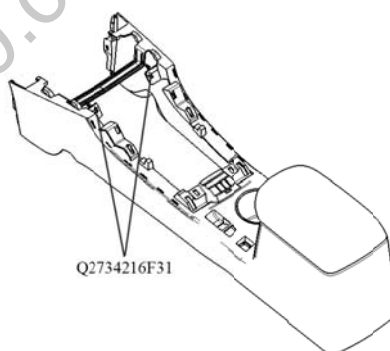

图 1.6.13 副仪表板固定螺钉的拆卸
- (4) 用十字螺丝刀将如下固定副仪表本体的两个螺钉(2个Q2734216F31十字槽大半圆头自攻螺钉)依次松开并取下螺钉。如图1.6.13所示；
- (5) 将换挡手柄拨至空挡位置，将手刹拉至上止点锁紧位置。